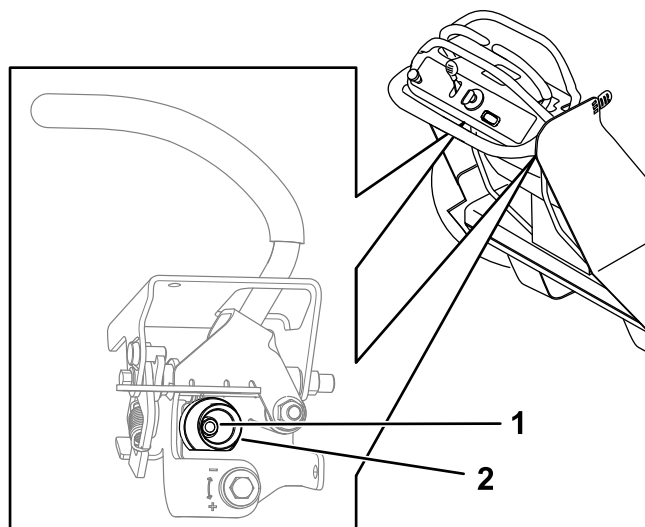

Figure 60
5. Desserrez l'écrou qui retient la came du levier de commande de déplacement que vous voulez régler (Figure 60).
6. Ajustez la came jusqu'à ce qu'elle s'aligne avec l'autre levier de commande de déplacement, puis serrez l'écrou de la came (Figure 60).